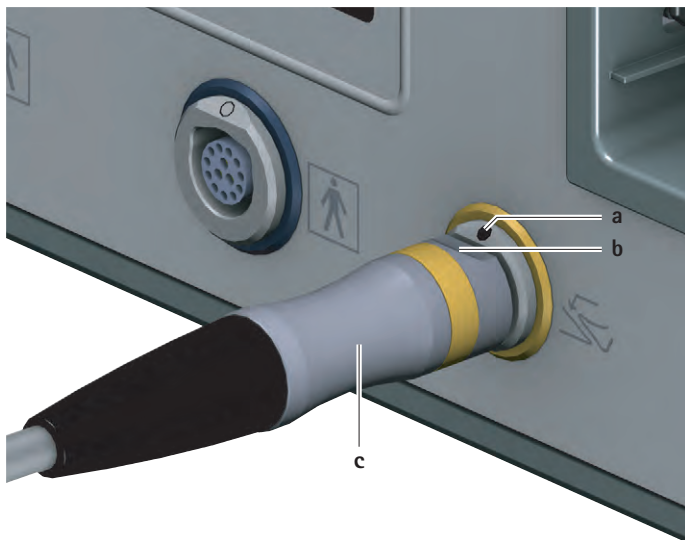

Fig. 2 Conectarea unității de comandă de picior
- ▶ Orientați fișa unității de comandă de picior **c** astfel încât marcajul **b** de pe fișă să se alinieze cu marcajul **a** de pe mufa de conexiune a unității de comandă de picior **6**, vezi Fig. 2.
- Trageți fișa unității de comandă de picior c din mufa de conexiune a unității de comandă de picior 6, vezi Fig. 2.